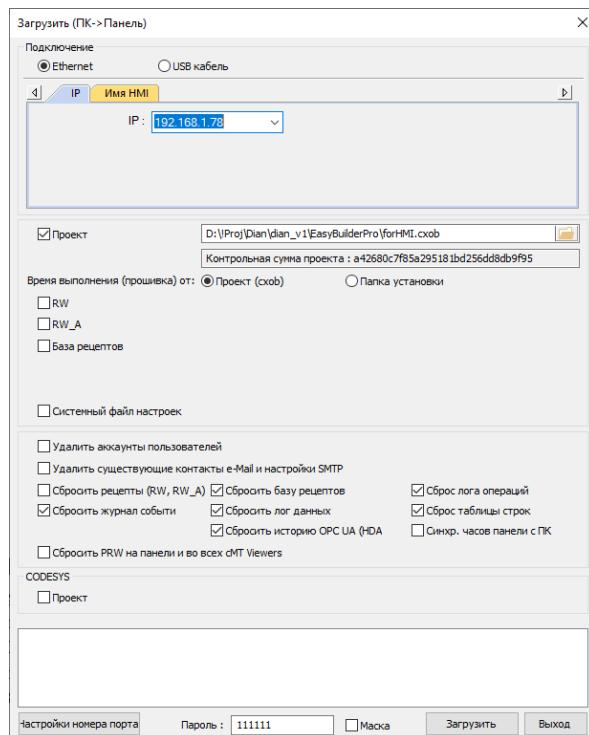

Рисунок 4.27 – Настройки окна «Загрузить (ПК->Панель)» ПО Utility Manger
16. Установить значения в полях: «Сбросить журнал событий», «Сбросить базу рецепторов», «Сбросить лог данных», «Сбросить историю OPS UA (HDA)», «Сброс лога операций», «Сброс таблицы строк», «Синхр. часов панели с ПК». Ввести пароль в поле «Пароль:» (по умолчанию 111111 (рисунок 4.27)).